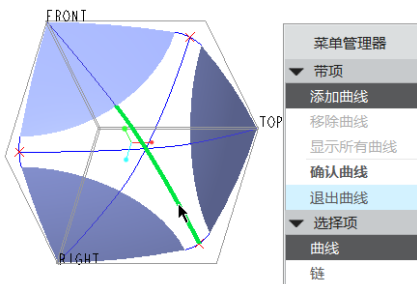

图 7-87 选择基础曲线
- 2 “基准：带”对话框中的“基础曲线”元素处于定义状态，此时菜单管理器提供“带项”菜单，其中的“添加曲线”命令处于活动状态，而“选择项”菜单中的默认项为“曲线”，在模型窗口中单击图 7-87 所示的曲线作为基础曲线，然后在“带项”菜单中选择“确认曲线”选项。